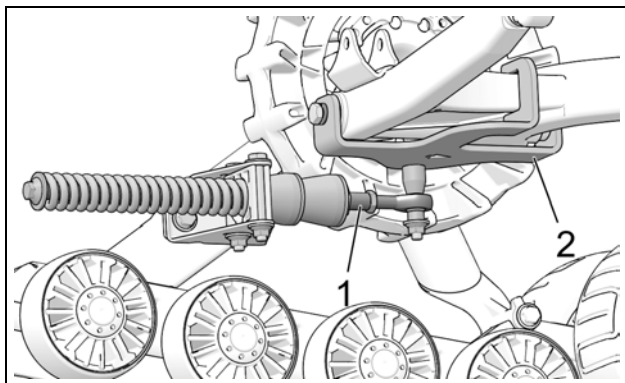

Figure 16
- Le bras stabilisateur (1) doit être fixé à l'ancrage arrière (2) installé sur le véhicule. Figure 16.